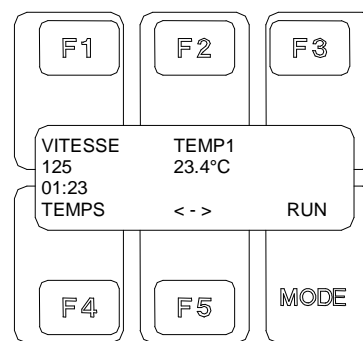

Fig. 18: Mode *d'exploitation* RUN
- La figure 18 (définition du programme) affiche si la PRSTEP est "ACT" ou "INACT". Par ailleurs, la durée de la step est affichée.
Sélection des différentes "STEPS" (Fig. 18):